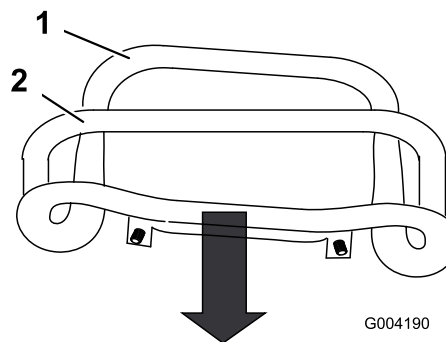

Figura 49
3. Tirare all'indietro il comando della trazione, spostandolo con un movimento rettilineo, in modo che la parte anteriore del comando venga a contatto con la barra di riferimento (Figura 49).